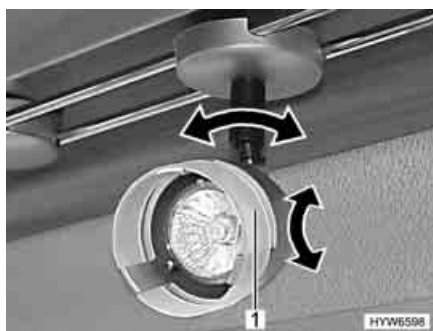

Fig. 89 Come orientare il faretto
- Afferrare l'involucro (Fig. 89,1) e girarlo.